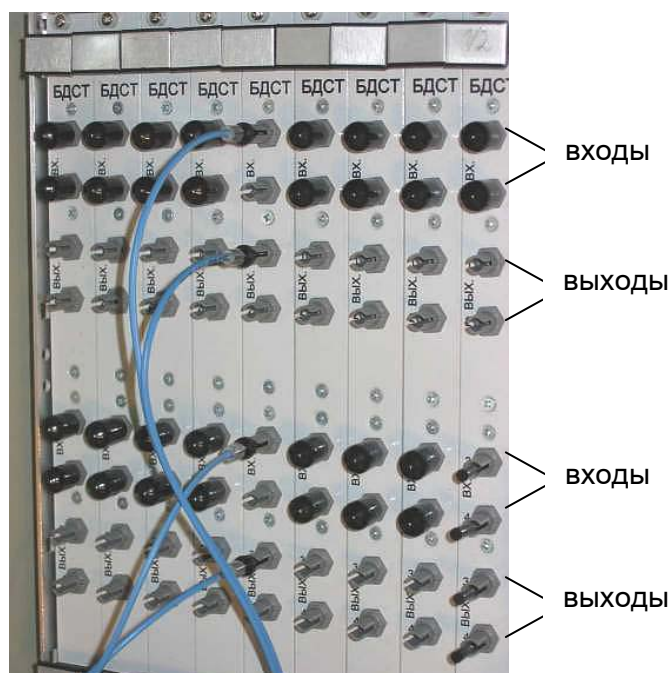

Рис. 2.1. БДСТ с подключенными ВОД
2.1.4. Подсоединить оптические кабели ВОД к БДСТ в соответствии с маркировкой. Номера кабелей должны соответствовать номерам ВОД. Маркировка ВОД находится на оптических кабелях, как со стороны оптических коннекторов, так и со стороны вилок. ВОД №1 вставить в оптическую розетку, имеющую маркировку «Вх.1», а вторую – в оптическую розетку, имеющую маркировку «Вых.1» (рис. 2.1).